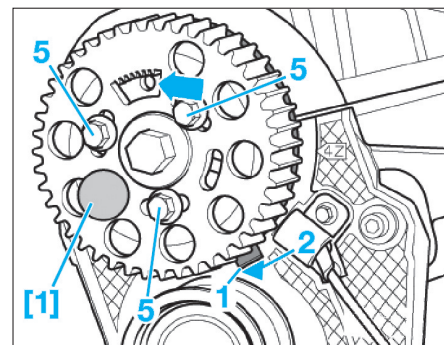

Fig. 13
- [1]. Outil de blocage du pignon d'arbre à cames (ref. T20102) (Fig.13).
- Amener le vilebrequin en position de calage, cylindre n°1 au PMH. Dans cette position (Fig.13) :
- l'ergot (1) doit coïncider avec le repère (2). Il est possible que ces repères ne soient pas disponible sur toutes les versions.
- Desserrer les vis (5) du pignon d'arbre à cames (Fig.13).
- Serrer les vis (5) sans les bloquer (Fig.13).